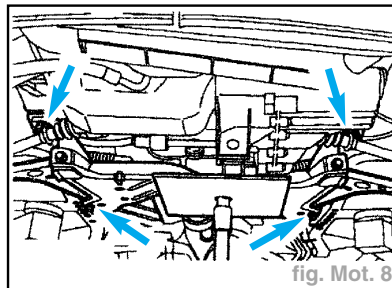

fig. Mot. 8
- Déposer et descendre la traverse d'essieu avant (fig. Mot. 8).